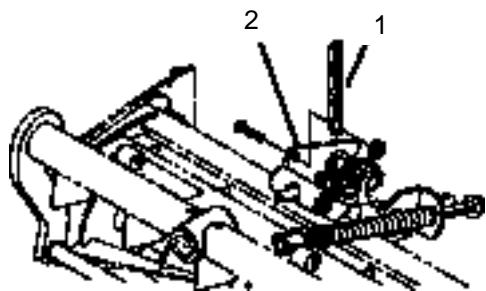

図5
12. ターフ補正スプリングのブラケットをカッティングユニット・スタビライザの耳に止めているナットを外す(図5)。チェーンをキャップスクリュに通し、外したナットで固定する。